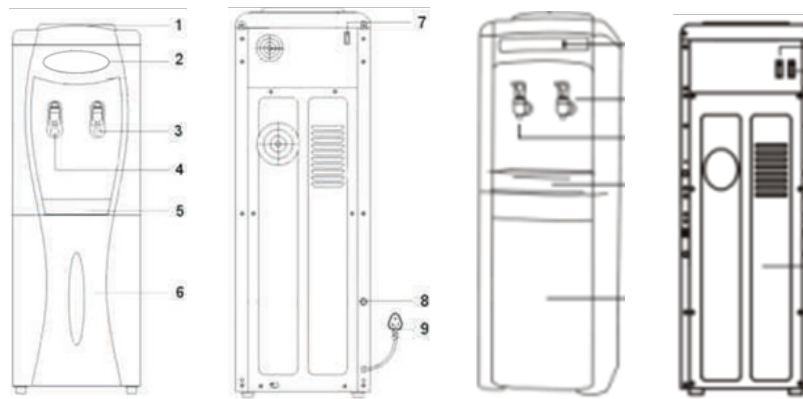

Рис. 2 Примерная схема аппаратов с функцией электронного охлаждения
Остатки воды в системе необходимо слить, открыв пробку из клапана для слива воды, расположенного на задней стенке аппарата (рис.2 — 8.)
8. Через 5-6 часов слейте раствор из системы: слейте воду из краников, остатки раствора слейте через клапан для слива воды (рис.2 — 8.).